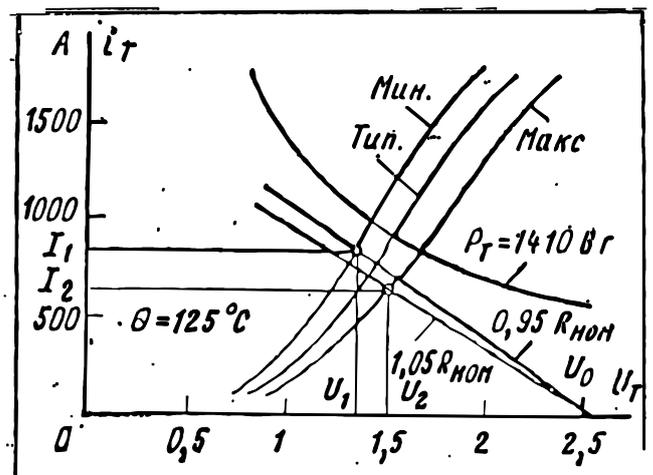
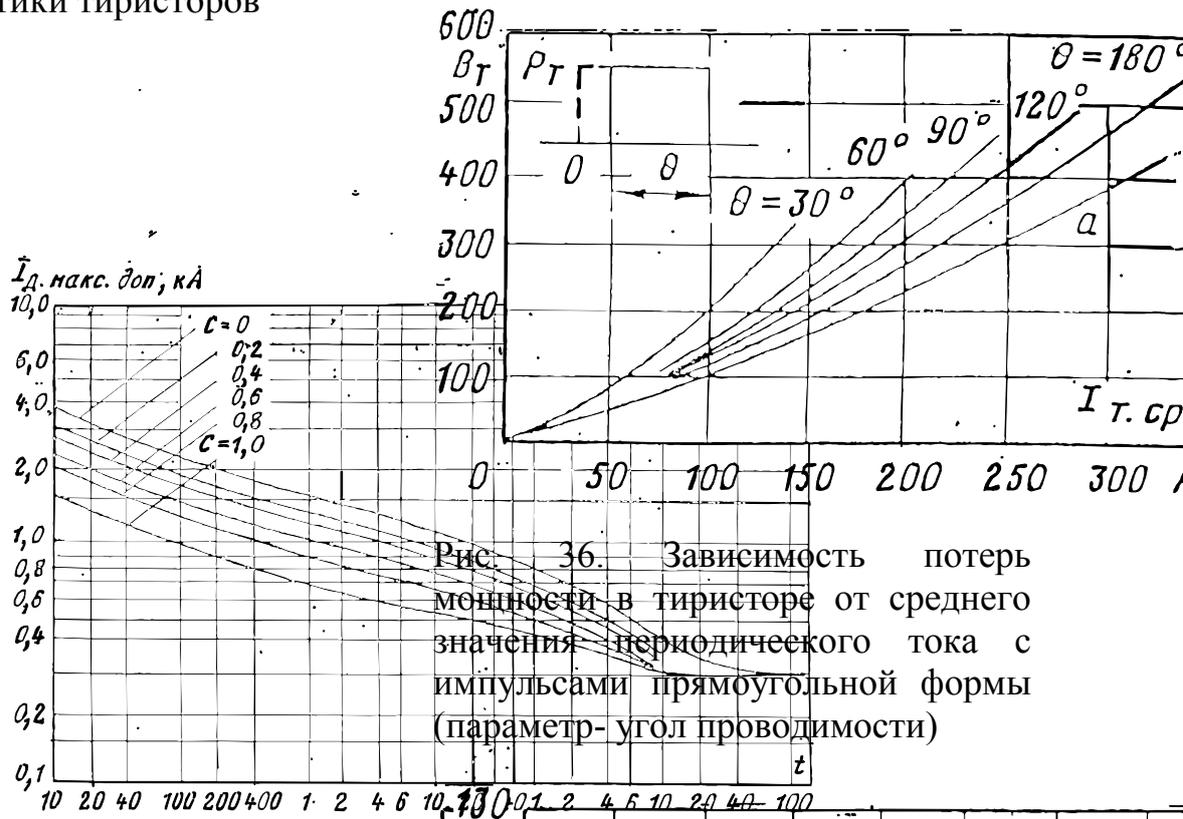

Рис. 34. Прямые вольт-амперные характеристики тиристоров
Рис. 36. Зависимость потерь мощности в тиристоре от среднего значения периодического тока с импульсами прямоугольной формы (параметр - угол проводимости)
1. Построить трехфазный мостовой управляемый выпрямитель для питания нагрузки $I_{дн} = 4000$ А. Индуктивность нагрузки может считаться бесконечно большой. Преобразователь должен выдерживать длительные перегрузки, равные 20 %. Определить число параллельно соединенных тиристоров. Какие токораспределительные резисторы должны быть использованы, если допуск на разброс их номинальных сопротивлений равен $\pm 5\%$? Какое охлаждение должно быть применено? Прямые характеристики тиристоров приведены на рис. 34, характеристики потерь мощности - на рис. 36, а характеристики допустимой нагрузки в зависимости от температуры корпуса тиристора - на рис. 37. Потери мощности в токораспределительных резисторах не должны превышать потерь мощности в тиристорах. Система охлаждения поддерживает температуру корпуса тиристора равной или меньшей $t_k = 87^\circ\text{C}$, допустимое среднее значение тока тиристора $I_{Т.ср} = 280$ А.